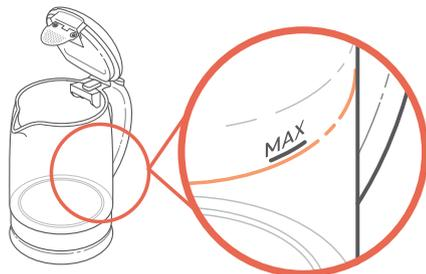

Fig. 1.2
4. Riempire il bollitore d'acqua fino al livello **"MAX"**, quindi chiudere il coperchio. [Fig. 1.2] Posizionare il bollitore sulla base di alimentazione e inserire la spina nella presa di corrente.